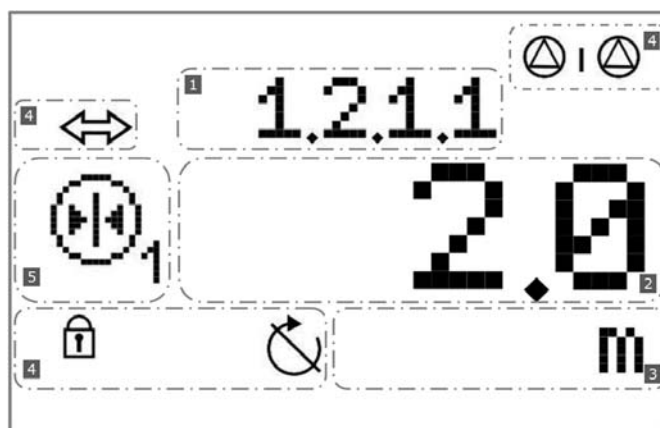

rys. 11: Uruchamianie przycisku sterowania
**$n=f(AI)$  (tryb regulacji ręcznej – patrz rys. 11)**
- **Wyświetlacz LCD** wskazuje stany robocze pomp, regulatora oraz przetwornicy częstotliwości. Za pomocą przycisku sterowania można wybrać menu i wprowadzić parametry. W celu zmiany wartości lub przewinięcia menu należy obrócić przycisk, natomiast wyboru i potwierdzenia elementu dokonuje się przez naciśnięcie przycisku (rys. 11).